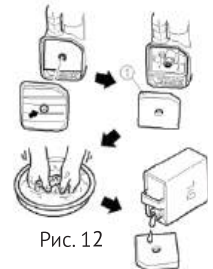

Рис. 12
- Извлеките фильтрующий элемент (1, рис. 12).